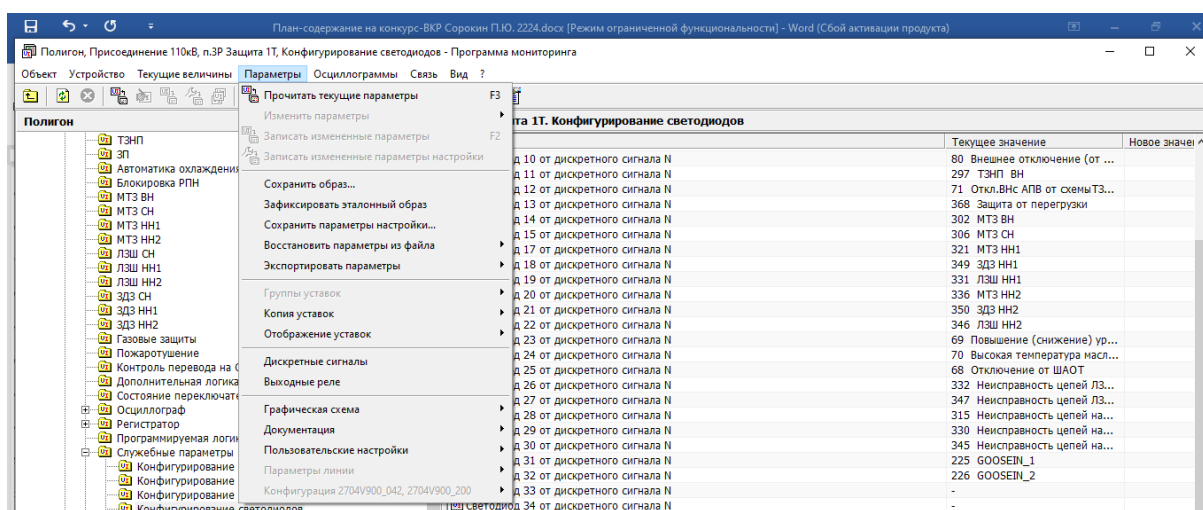

Рис. 32. Параметры. Сохранение образа
29) При проведении обслуживания в «объеме проверки терминала» необходимо первым шагом скачать образ терминала и параметры настройки (рис. 32) из дерева объекта во вкладке «Регулируемые параметры».